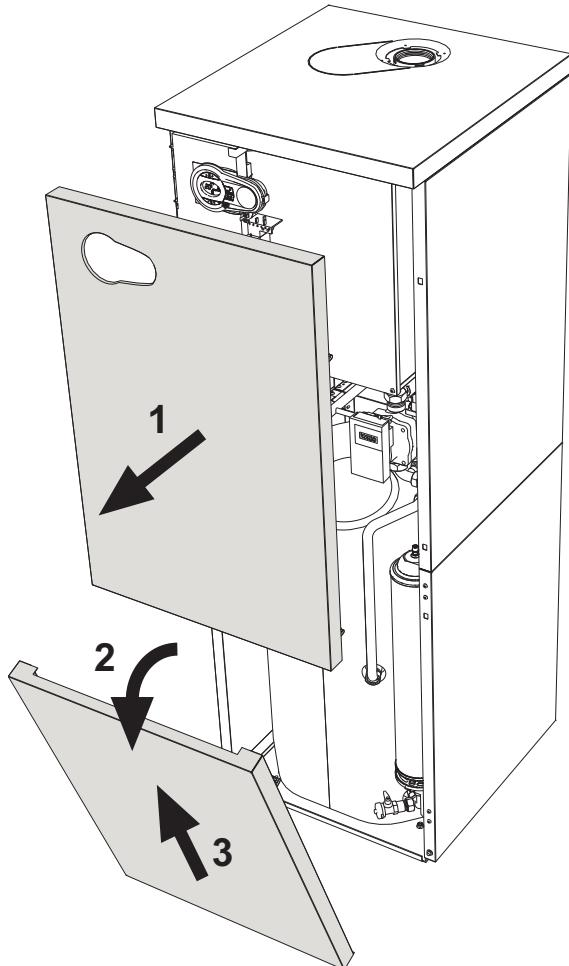

fig. 24 - Apertura del panel frontal
- Quite el panel frontal (fig. 24).
Para abrir la cubierta de la caldera, tire del panel hasta desengancharlo (fig. 24).